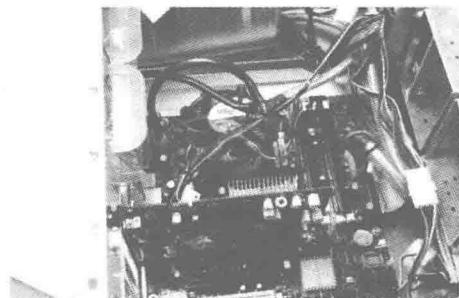

图 1.28 整理后的机箱内部
(8) 整理机箱。将四处散落的线头、线尾整理好，以便日后保养维修，还有助于机箱内的空气流通。确保安装无误后，将机箱拿起并翻转 180°，即上下方向调换。其目的主要是可迅速发现并清除在安装设备的过程中遗落在机箱内的螺钉，如图 1.28 所示为整理后的机箱内部。